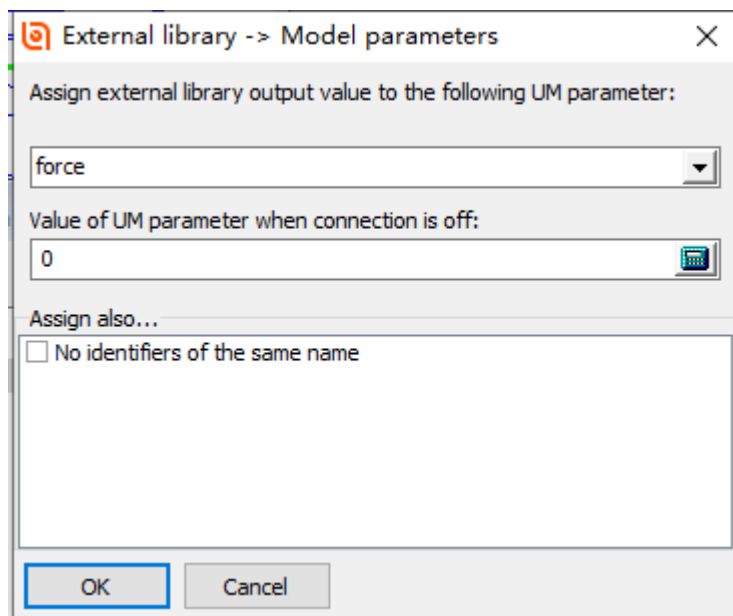

图 3.13 定义输出变量
2. 从下拉菜单选择参数 **force**，如图 3.13 所示。